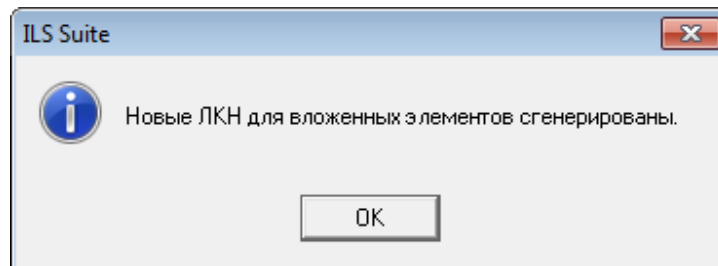

Рис. 10-287 – Сообщение о завершении процесса генерации ЛКН
- 2) Выбрать элемент в дереве и нажать правую кнопку мыши (1 на рис. 10-287).
- 3) Выбрать команду «Перегенерировать ЛКН для дочерних элементов» (3 на рис. 10-287).